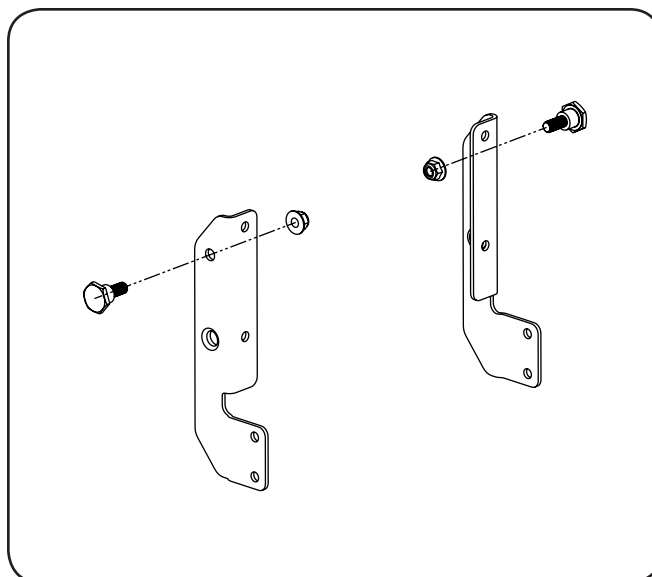

Figure 4-1
1. Installez un boulon à épaulement fourni dans le jeu de montage, sur chaque support et fixez-les avec les contre-écrous à épaulement également inclus dans le jeu de montage. Consultez la figure 4-1.